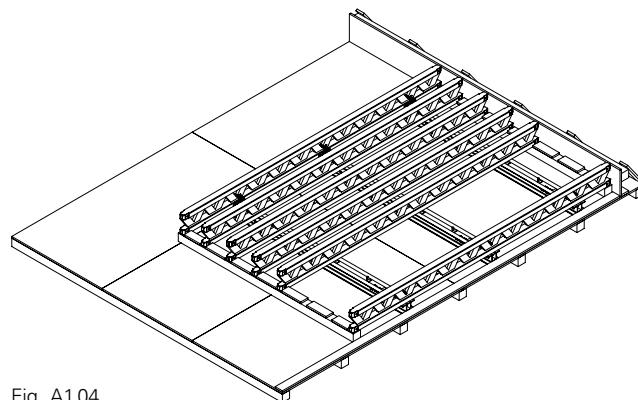

Fig. A1.04
4. Posizionare le travi intermedie e allinearle con i distanziatori. (Fig. A1.04)